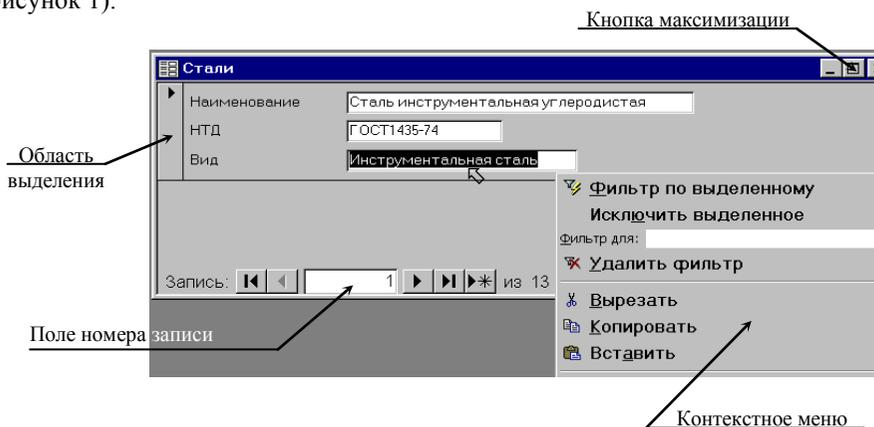

Рисунок 1
3. Открыть форму «Конструкционные стали». Задать полноэкранное представление окна формы путем нажатия кнопки максимизации (средняя кнопка в правом верхнем углу формы). Просмотреть записи таблицы, используя поле номера записи в левой нижней части окна. Изучить назначение кнопок в этом поле и способы перемещения по записям таблицы используя клавиши клавиатуры: «Page Up», «Page Down», «Tab», «Enter». Проверить способ перехода к нужной записи путем введения ее номера в поле «Запись» (см. рисунок 1).